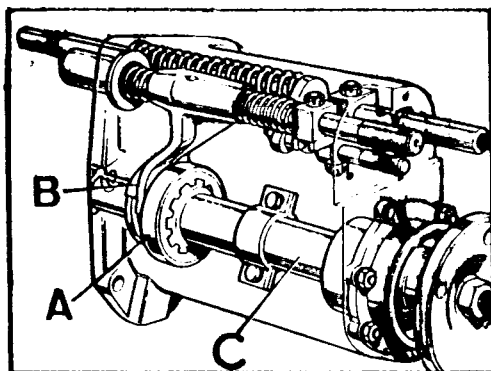

Fig. C-65 Caja del eje de salida delantero
- 4.4. Extraer el fiador y retirar las barras correderas formando una sola unidad y seguidamente, sin alterar su alineación se colocarán en su posición correcta en la caja, C, y al mismo tiempo situar la garra, A, para la tracción total en el eje y dentro de la horquilla, B (Fig. C-65).